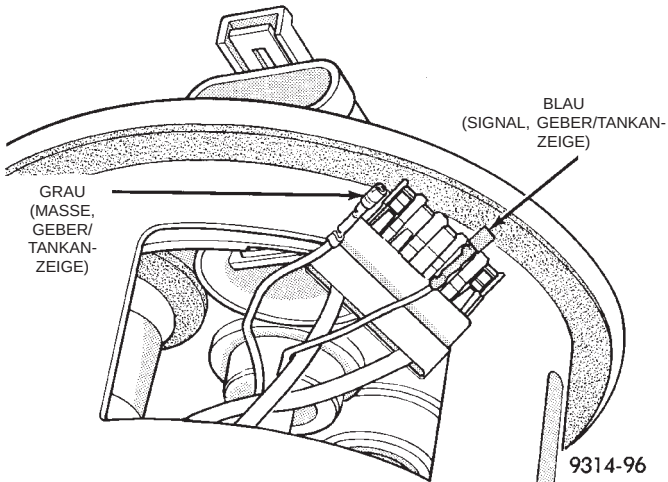

Abb. 17 Signal und Massekabel, Geber/Tankanzeige
(3) Mit dem Spezialwerkzeug 7812 oder einem gleichwertigen Werkzeug die Signal- und Masseanschlüsse des Gebers/Tankanzeige aus dem Steckverbinder drücken (Abb. 17).